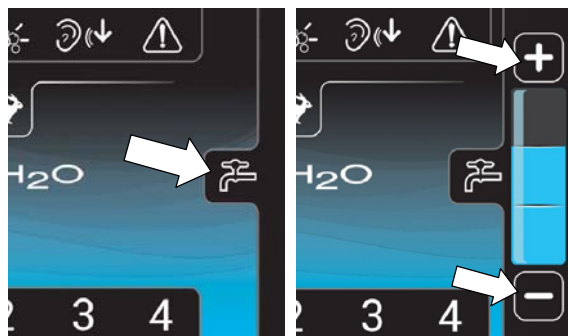

РИС. 50
4.  Нажмите на значок потока раствора, чтобы отобразить шкалу потока раствора (Рисунок 50). Чтобы увеличить поток раствора, нажмите на символ (+). Чтобы уменьшить поток раствора или полностью отключить подачу, нажмите на символ (-).